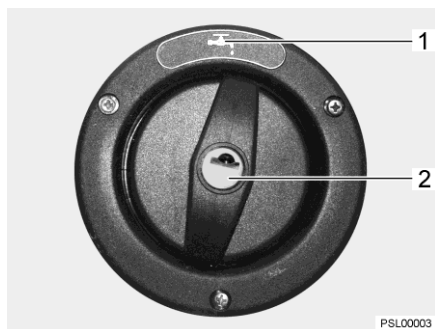

Bild 120 Lock för påfyllningsöppningen för dricksvatten
Påfyllningsöppningen för dricksvatten är märkt med symbolen  (Bild 120,1). Locket låses och låses upp med nyckeln till de utvändiga låsen (utvändiga luckorna).
- Stick in nyckeln i låscylindern (Bild 120,2) och vrid ett kvarts varv moturs.
- Öppna påfyllningsöppningen för dricksvatten (Bild 120).